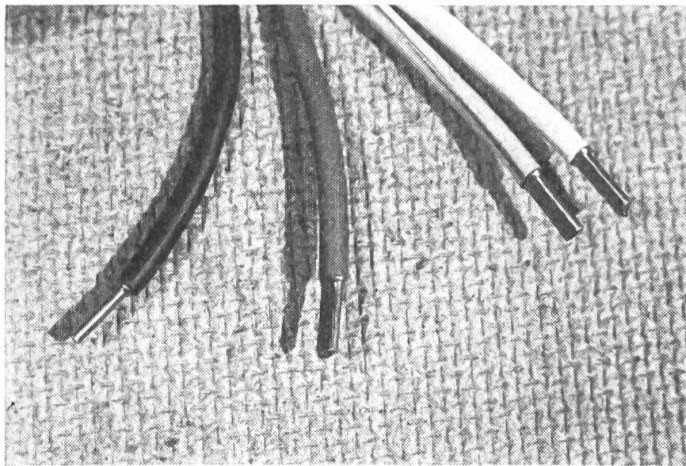

Abb. 7
- Ueber die abisolierten Enden werden Kabelhülsen gesteckt. Sie verhindern das Abquetschen der empfindlichen Litzen (Abb. 7).